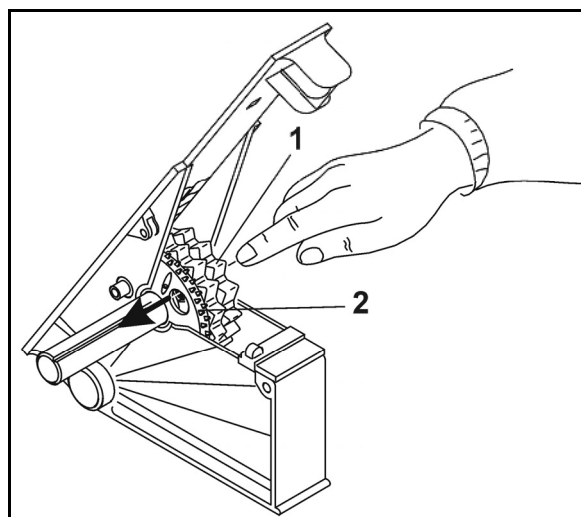

Fig. 30
1. Drej normalsåhjulet (Fig. 30/1) på såakslen, indtil stiften i såhjulet bliver synlig.
2. Tryk på ethvert såhjul stiften mod finsåhjulet (Fig. 30/2) som vist på Fig. 30. Kontrollér derefter forbindelsen!